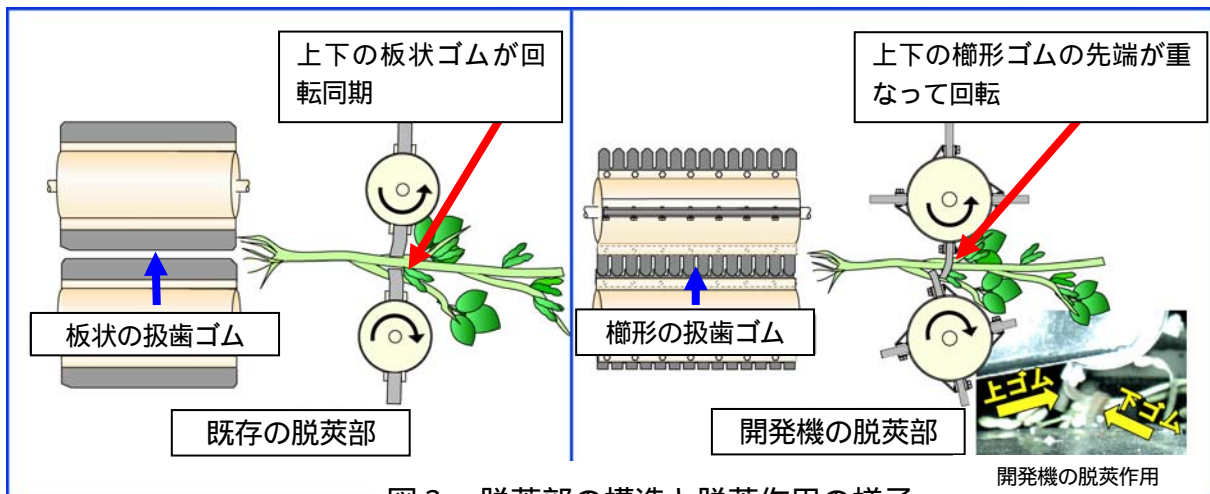

図2 脱莢部の構造と脱莢作用の様子
2. 開発した脱莢部は、上下一対の櫛形ゴムの間にエダマメ株を挿入し、櫛形ゴムを回転させることで莢を枝からもぎ取る。上部と下部の櫛形ゴムの先端は、重なるように配置されており、莢に当たる衝撃は上部ゴムの反り返りで吸収され、その反り返りを下部ゴムで支え、ゴムの反発力で枝と枝との隙間に挟まれた莢をもぎ取る（図2）。